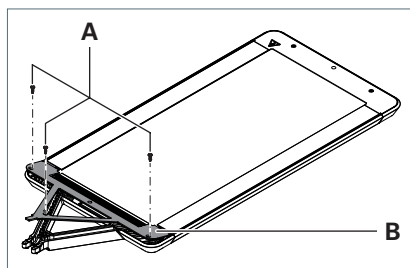

Fig. 1: Retirer le recouvrement.
- ▶ Dévissez les vis **A** du recouvrement **B**, voir Fig. 1.